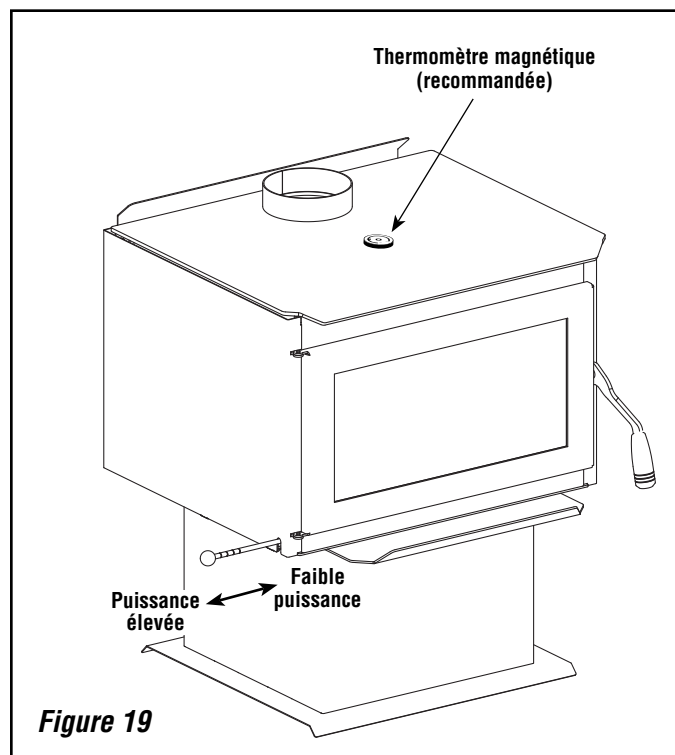

Figure 19
5. Lorsque l'on opère un appareil au bois, il est important de se familiariser avec l'utilisation du registre d'entrée d'air de l'appareil afin de voir son impact sur la température de l'appareil et la chaleur dégagée. L'utilisation d'un thermomètre pour poêle à bois est recommandée afin de savoir si l'appareil ne surchauffe pas et si on brûle le bois avec le maximum d'efficacité. Placé le thermomètre sur le dessus de l'appareil tel qu'indiqué à la **figure 19**. Faire une lecture de la température à toutes les 15 minutes approximativement jusqu'à ce que vous soyez familier avec le rendement de votre appareil. Fermer le registre complètement si la température excède 600 degrés, ce qui indiquerait que l'appareil surchauffe.